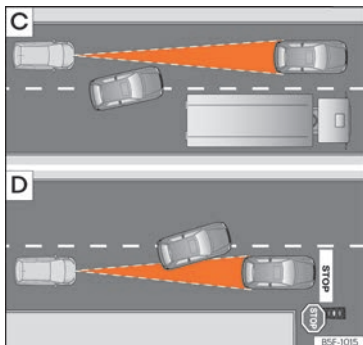

Abb. 173 [C] Fahrspurwechsel eines anderen Fahrzeugs. [D] Abbiegendes und weiteres stehendes Fahrzeug.
- Fahrzeuge, die in geringem Abstand auf die eigene Fahrspur wechseln » » **Abb. 173** [C].
ACC reagiert nicht auf stehende Fahrzeuge. Wenn z. B. ein von ACC erfasstes Fahrzeug abbiegt oder ausschert und sich vor diesem Fahrzeug ein stehendes Fahrzeug befindet, reagiert ACC nicht auf das stehende Fahrzeug » » **Abb. 173** [D].